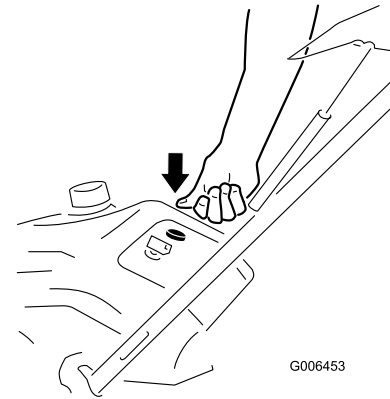

Figura 16
3. Con il pollice spingete 3 volte l'iniettore con forza, tenendolo premuto ogni volta per un secondo prima di lasciarlo andare (Figura 16).